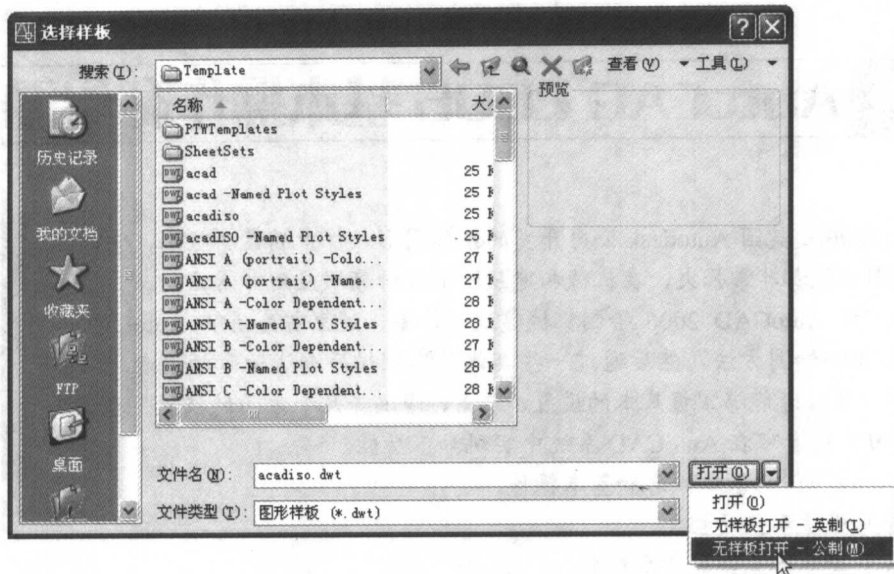

图 1-1 创建新文件【选择样板】对话框
(1) 创建新文件。启动 AutoCAD 2006, 可以选择菜单栏中的【文件】→【新建】命令, 或者单击工具栏上的  按钮, 系统打开【选择样板】对话框, 单击【打开】下拉按钮, 从中选择【无样板打开-公制】选项, 如图 1-1 所示。
无论采用哪种方法，默认情况下都将打开【选择样板】对话框，如图 1-1 所示。